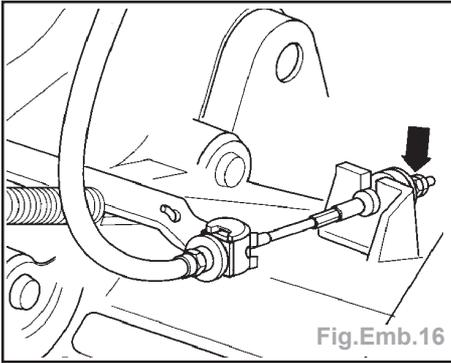

Fig. Emb.16
- Desserrer l'écrou et le contre-écrou de réglage (flèche) (Fig.Emb.16).
- Desserrer l'écrou et le contre-écrou de réglage (flèche) (Fig. Emb.16).